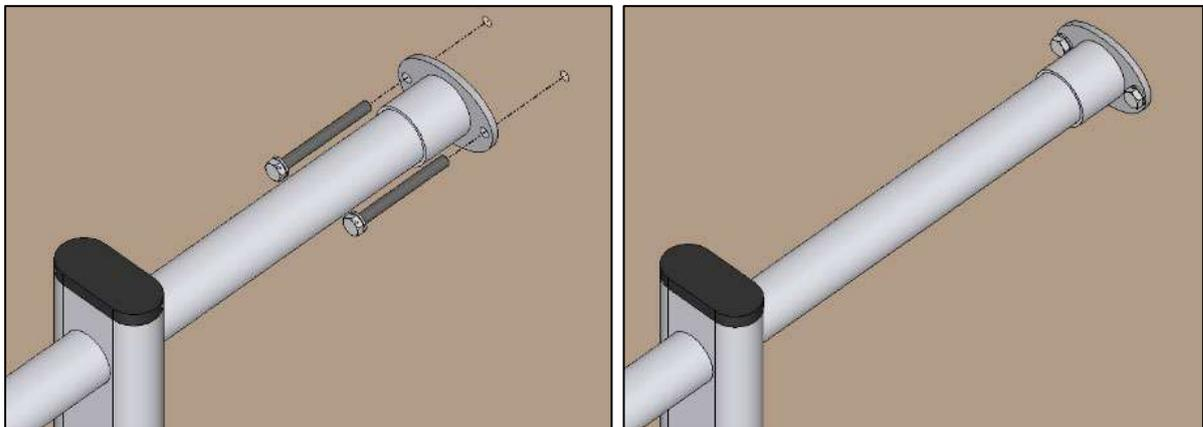

Fig. 24 – Fijación del extremo de la barandilla a la pared lateral de la cubierta.
4. Anclar los barandales a la pared mediante n°2 pernos (fig.24) hasta el bloqueo completo ;